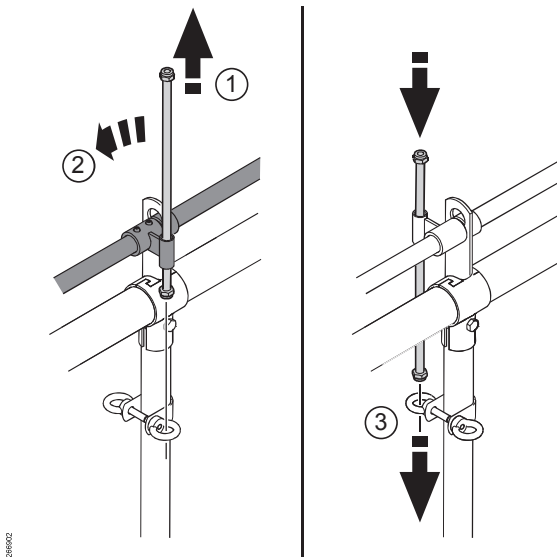

Fig. 34: Frigjøre alle kuene.
1. Sett styringsenheten i åpneposisjon (1) slik Fig. 34 viser.
2. Etter at alle kyrne har kommet ut, kan du eventuelt sette styringsenhetene tilbake i låseposisjon (2) (se Fig. 34).
Merk! Håndtaket på styringsenheten skal være festet i løfteøymutteren (3) på kusiden når styringsenheten er i låseposisjon, og på fôrbrettsiden når den er i åpneposisjon (se Fig. 34).